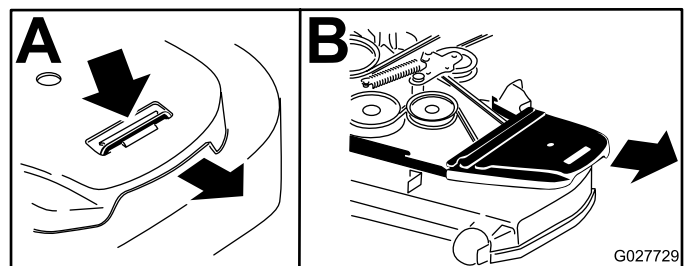

Bild 57
7. Entfernen Sie die Riemenabdeckungen (Bild 57).